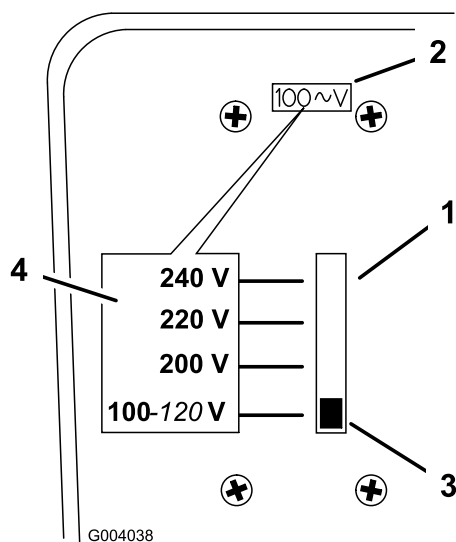

Figura 14
- Coloque o selector de tensão na retaguarda do carregador (Figura 14).
- Ajuste a tensão orientando o manípulo do selector de tensão para cima ou para baixo até aos valores pretendidos (Figura 14).